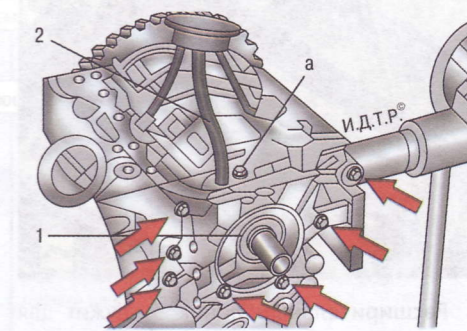

Рис. 5.20. Крепление масляного насоса и маслоприемника: а – болт крепления маслоприемника; 1 – масляный насос; 2 – маслоприемник
7. Выверните болт а (рис. 5.20) крепления маслоприемника 2 к масляному насосу и снимите маслоприемник и установленную под его фланцем прокладку.
8. Выверните семь болтов (показаны стрелками на рис. 5.20) крепления масляного насоса 1 к блоку цилиндров и, поддев насос двумя отвертками, снимите его с установочных втулок в блоке цилиндров.